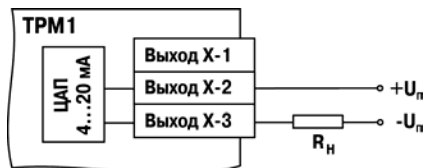

Рис. 3.15
**Формирователь токового сигнала (выход И)** преобразует на активной нагрузке  $R_H$  значение на выходе ЛУ в токовый сигнал 4...20 мА (см. рис. 3.15).